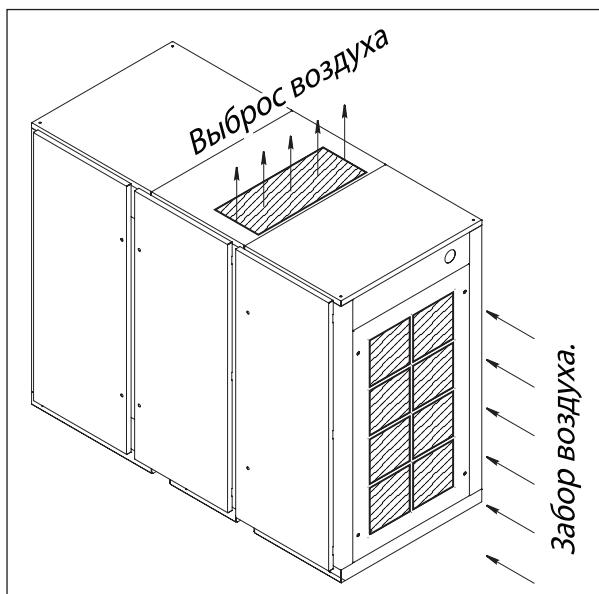

Рис. 5.2
1. демонтировать крышу компрессора с перфорацией для выброса воздуха и панель забора воздуха(см. Рис. 5.2), а затем технический лючок (технические лючки) (см. Рис. 5.9) корпуса вентилятора (вентиляторов);